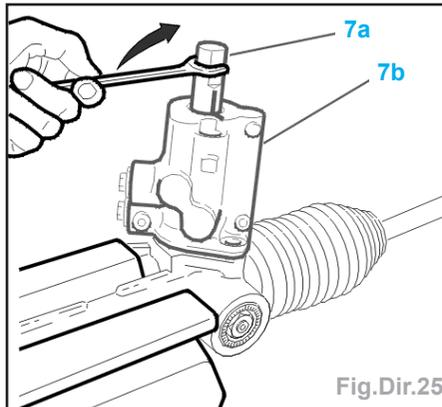

Fig.Dir.25
- Repérer la position de l'axe de queue de valve (7a) par rapport au corps (7b) et la position de la crémaillère par rapport au carter (Fig.Dir.25).